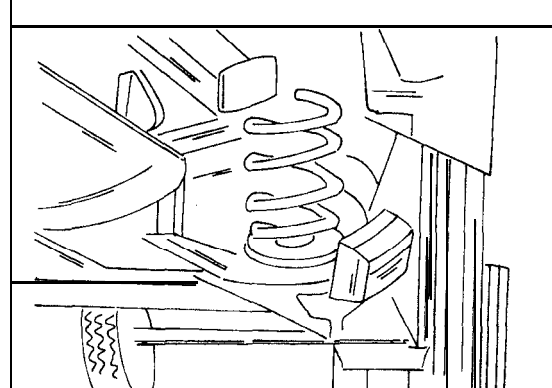

Bild 281
- Radschrauben lockern, die Rückseite des Fahrzeuges auf sichere Unterstellböcke setzen und das Rad auf der betreffenden Seite abschrauben. Die Hinterfeder wird man jetzt in der in Bild 281 gezeigten Lage sehen.